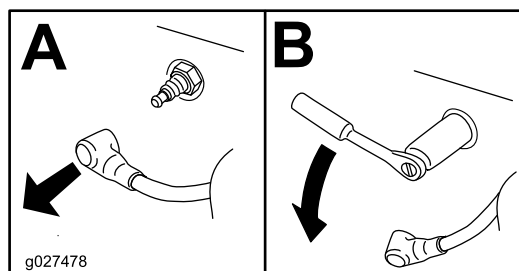

Figura 38
3. Retire a vela de ignição (Figura 38).